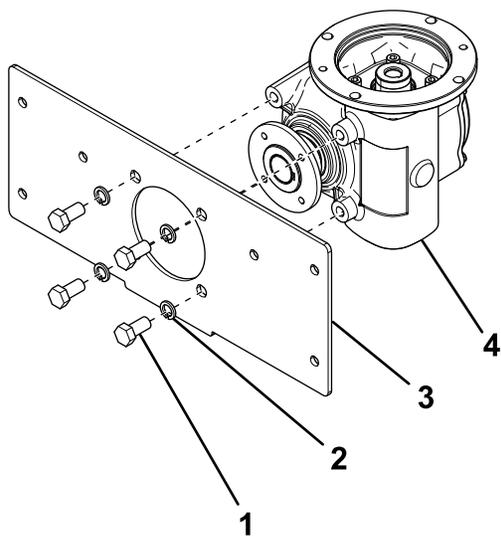

Figure 6
- Fixez le boîtier d'engrenages à la plaque de montage à l'aide de 4 boulons ($\frac{1}{2} \times 1$ po) et 4 rondelles frein fendues ($\frac{1}{2}$ po), comme montré à la Figure 6.